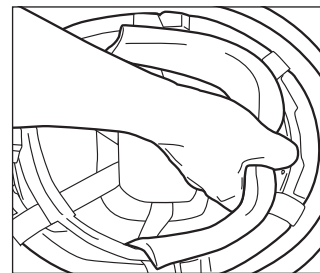

Figure 3
- Vous pouvez également placer un tournevis à tête plate entre le casque et le revêtement intérieur et faire sortir le revêtement intérieur avec précaution. Veillez à ne pas endommager le revêtement intérieur en procédant de la sorte (figure 3).